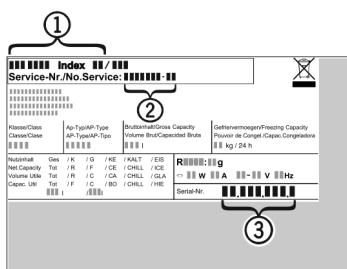

Fig. 18
- ▶ 读取铭牌上的设备名称 *Fig. 18 (1)*、服务号 *Fig. 18 (2)* 和序列号 *Fig. 18 (3)*。铭牌位于设备内左侧。
- ▶ 通知客户服务部，并告知设备名称 *Fig. 18 (1)*、服务号 *Fig. 18 (2)* 和序列号 *Fig. 18 (3)*。